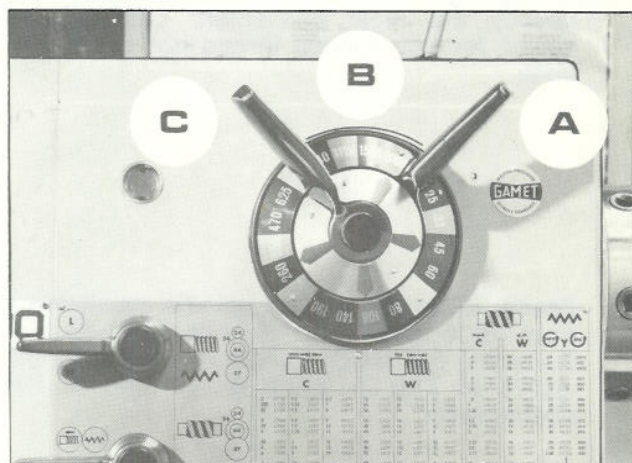

Fig. 10
**Vitesse de rotation de la broche:** La sélection de la vitesse se fait à l'aide des commandes à cadran groupées sur la poupée fixe (figure 10).
**SPINDELDREHZAHLEN** - Diese werden durch die in Gruppen eingeteilten Wählscheiben am Spindelstock geschaltet (Abb. 10).
**Spindle speeds:** Selected by the grouped dial controls on the headstock (Fig. 10).